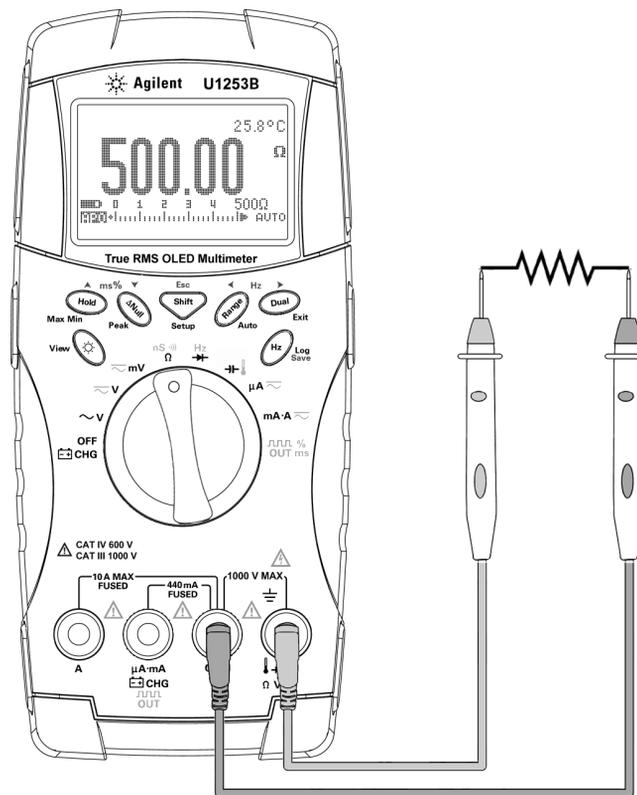

Figura 2-8 Medición de Resistencia
- 2 Conecte los cables de prueba rojo y negro a las terminales de entrada Ω (rojo) y COM (negro) respectivamente (consulte la Figura 2-8 en la página 42).